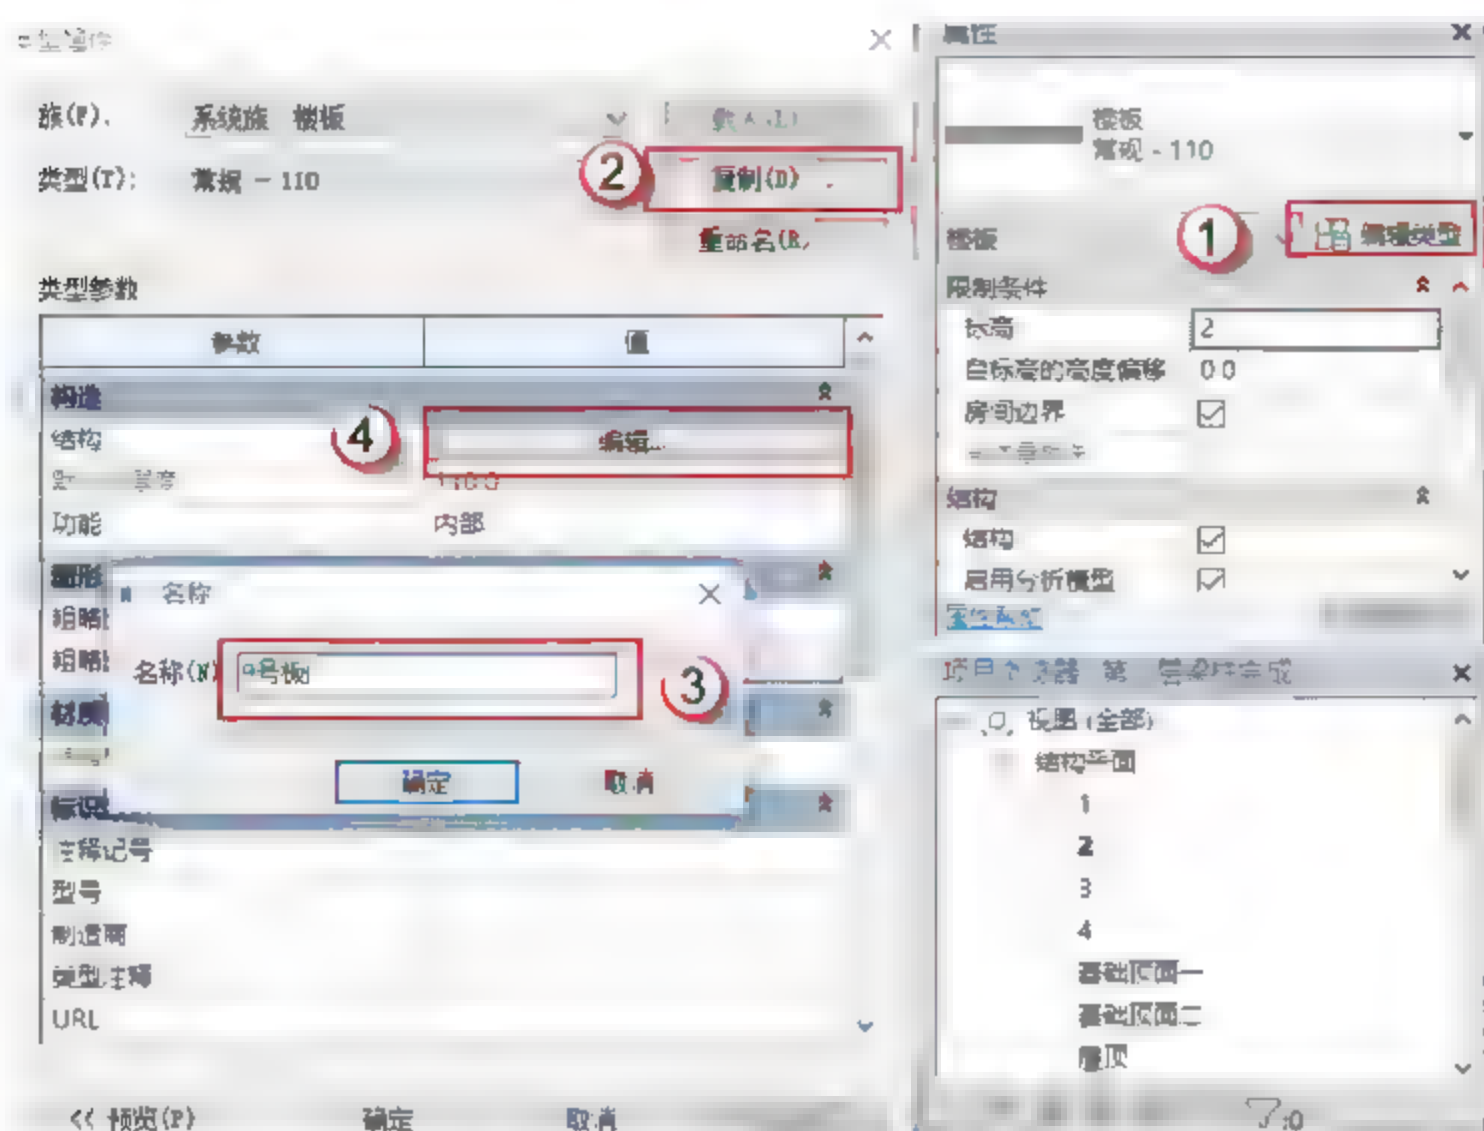

图 3.2.73 设置 9 号板参数
(19) 设置 9 号板参数, 按快捷键 **S+B**, 进入编辑模式, 单击“编辑类型”按钮, 在弹出的对话框中单击“复制”按钮, 在弹出的对话框中命名板号, 单击“确定”按钮。单击“编辑”按钮, 设置参数, 将板厚设置为 110, 如图 3.2.73 所示。